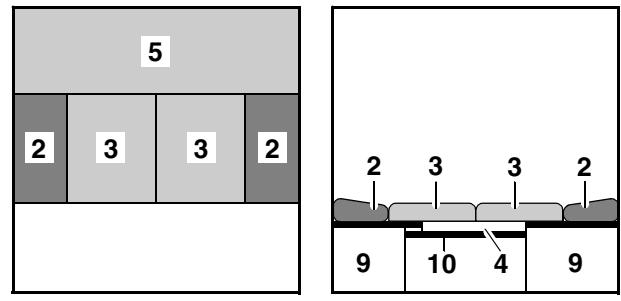

Bild 51 Nach dem Umbau
- Die beiden Sitzpolster (Bild 51,3) in die Mitte legen.
- Die Rückenpolster (Bild 51,2) zwischen die Sitzpolster und die Außenwand schieben.